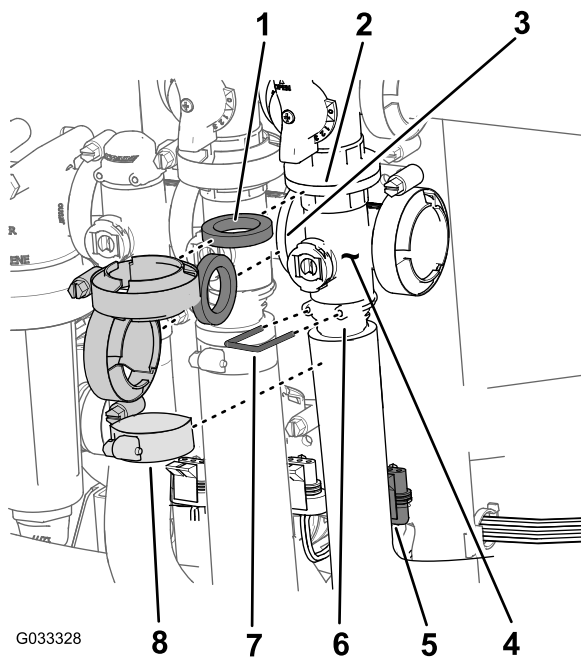

Bild 66
1. Entfernen Sie die Klemmen und Dichtungen, mit denen der Verteiler für das Hauptabschnittventil (Bild 66) am Sicherheitsventil des Hauptabschnitts, am Rührwerkventil und am Ventil des Hauptabschnittverteilers (am Ende des Schlauchs für das Durchflussmessgerät) befestigt ist.
2. Entfernen Sie den Halter, mit dem das Auslaufanschlusstück am Verteiler für das Hauptabschnittventil befestigt ist (Bild 66).